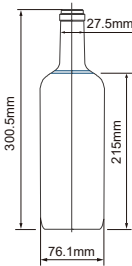
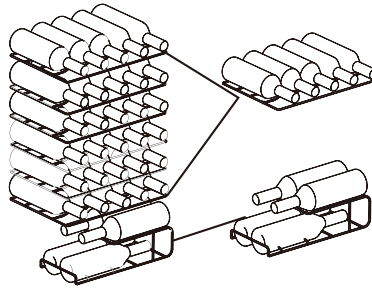

Abb. 1
Abb. 2
- Die Angabe über die Lagerungskapazität der Flaschen im Gerät (siehe Abb. 2) bezieht sich auf Flaschen folgender Größe (Abb. 1). Eine allzu große Flasche kann die Anzahl der im Gerät aufbewahrten Flaschen negativ beeinflussen.
- Die empfohlene maximale Anzahl der aufbewahrten Flaschen beträgt 34, siehe Abbildung 2.